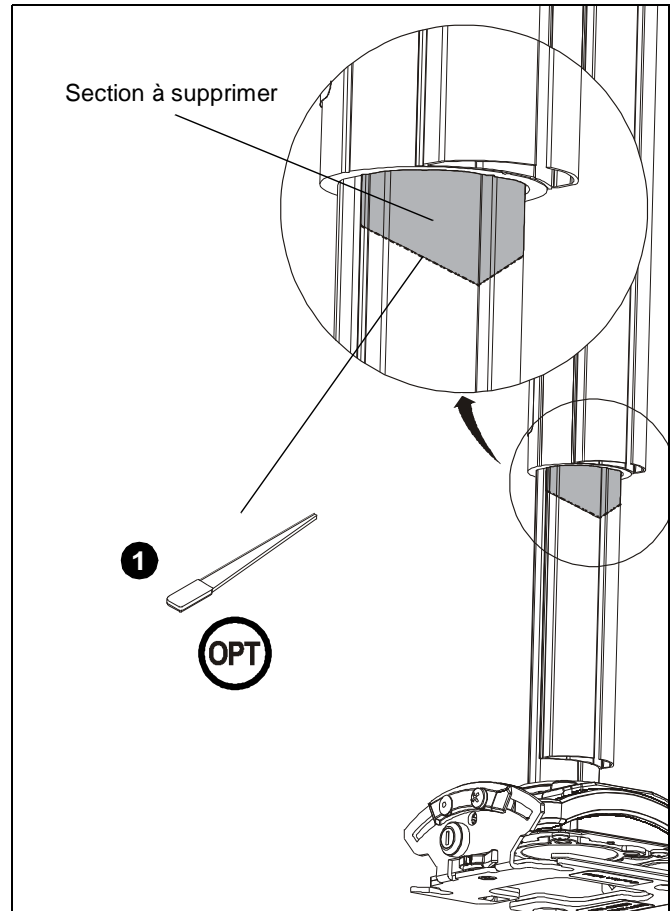

Abb. 27
1. **(Optional)** Verwenden Sie ein Allzweckmesser, um einen Teil der unteren Kabelabdeckung abzuschneiden, um mehr Platz für die Überleitung der Kabel in die obere Kabelabdeckung zu schaffen. (Siehe Abb. 27)